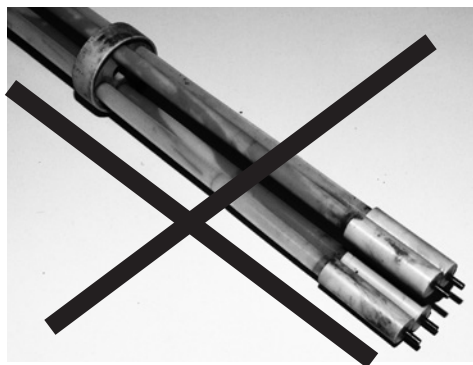

Рис. 5
5. Равномерно распределить распорные диски **⑦** (при длине от 800 мм).
6. Проверить правильность положения нижнего распорного диска PEEK **⑧**. **Рис. 5**